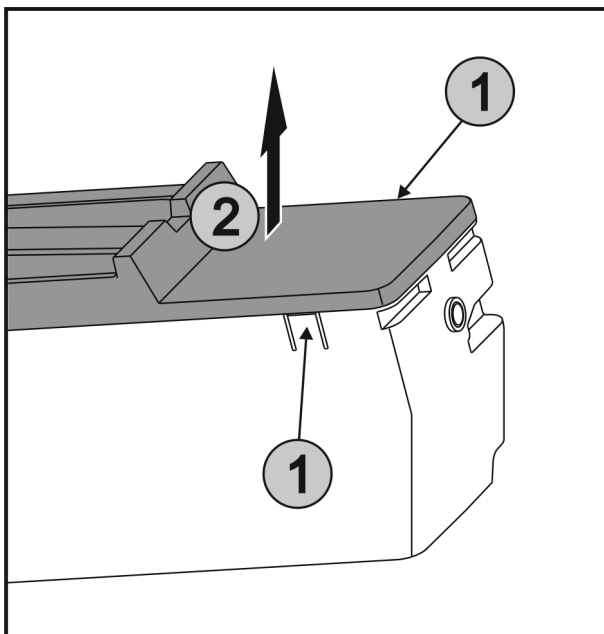

Fig. 39
- ▶ Lippen Fig. 39 (1) aan beide zijden van EasyTwist-Ice gelijktijdig indrukken en de afdekking Fig. 39 (2) omhoog verwijderen.